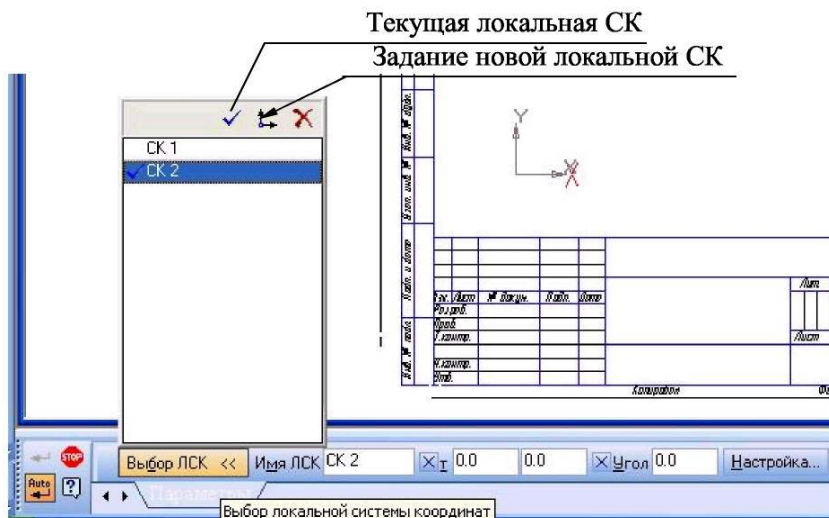

Рис. 3.1 - Содержание **Панели свойств** при создании локальной системы координат
- Щелкните графическим курсором в том месте чертежа, где вы хотите поместить центр создаваемой системы координат, либо, воспользовавшись **Панелью свойств** (рис. 3.1), в поле **Т** введите координаты этого центра относительно глобальной системы координат.